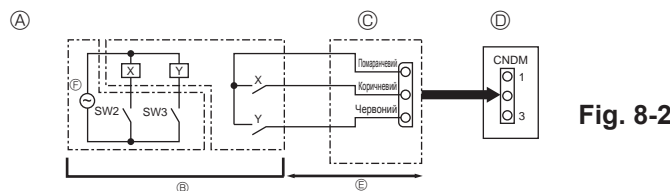

Fig. 8-2
8.2. Функція попиту (модифікація на місці установки) (Fig. 8-2)